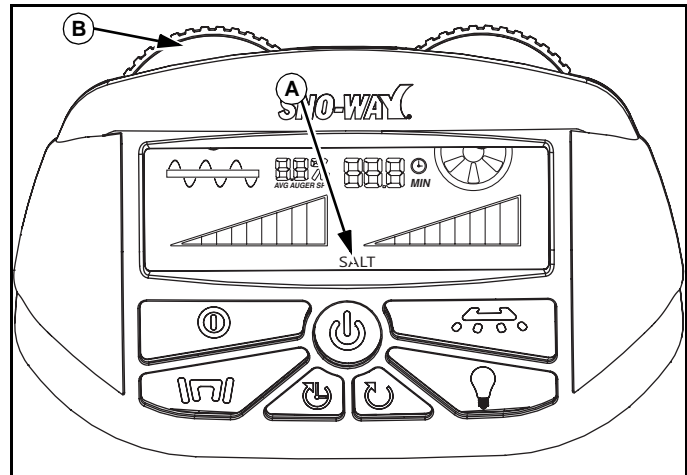

Abb. 1-22
Die Salz-Code-Anzeige (A) funktioniert in Verbindung mit einem blinkenden blauen Licht auf dem linken Schnecken-drehknopf (B). In diesem Fall zeigt die Steuerung an, dass der Streuer kein Streugut zur Schnecke befördert oder wenig oder kein Streugut mehr im Trichter vorhanden ist. Auf jeden Fall bedeutet das, dass kein Streugut den Rotor zum Streuen erreicht. (Siehe Abb. 1-22.)